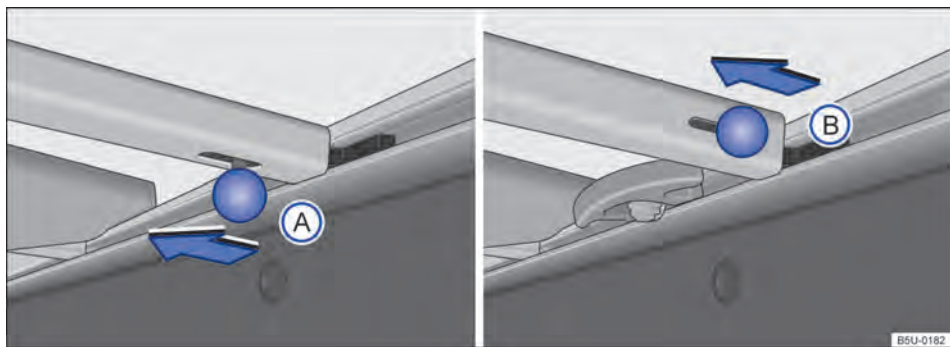
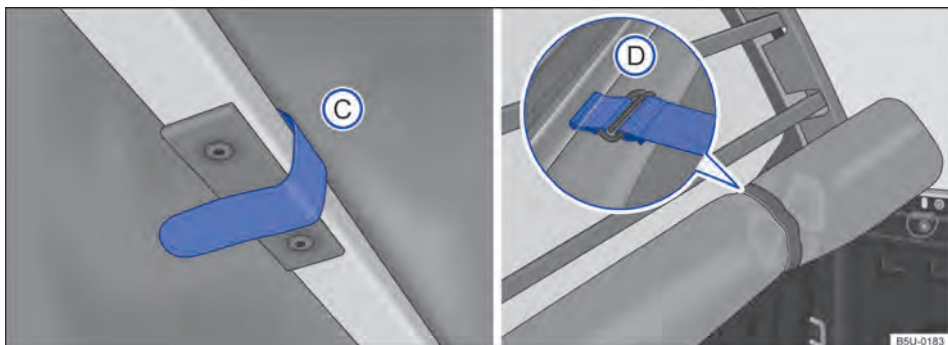

Fig. 51 Travessas no compartimento de carga: (A) veículos com suportes de amarração fixos, (B) veículos com suportes de amarração deslizantes.
Fig. 52 No compartimento de carga: tira de fixação e capota marítima corretamente recolhida.
- Para remover de tipo (A) ou (B), deslocar o pino de travamento no sentido da seta → Fig. 51. Para remover a travessa que está próxima ao vidro traseiro, é necessário soltar as tiras de fixação da capota → Fig. 52 (C).
- Após o recolhimento total da capota, prendá-la com as cintas de fixação (D).
- Para remover a travessa que está próxima ao vidro traseiro, é necessário soltar as tiras de fixação da capota → Fig. 52 , e fazer o mesmo procedimento anterior para remover a travessa (quando disponível mais de uma travessa).
- Após o recolhimento total da capota, prenda-a com as cintas de fixação → Fig. 52 .